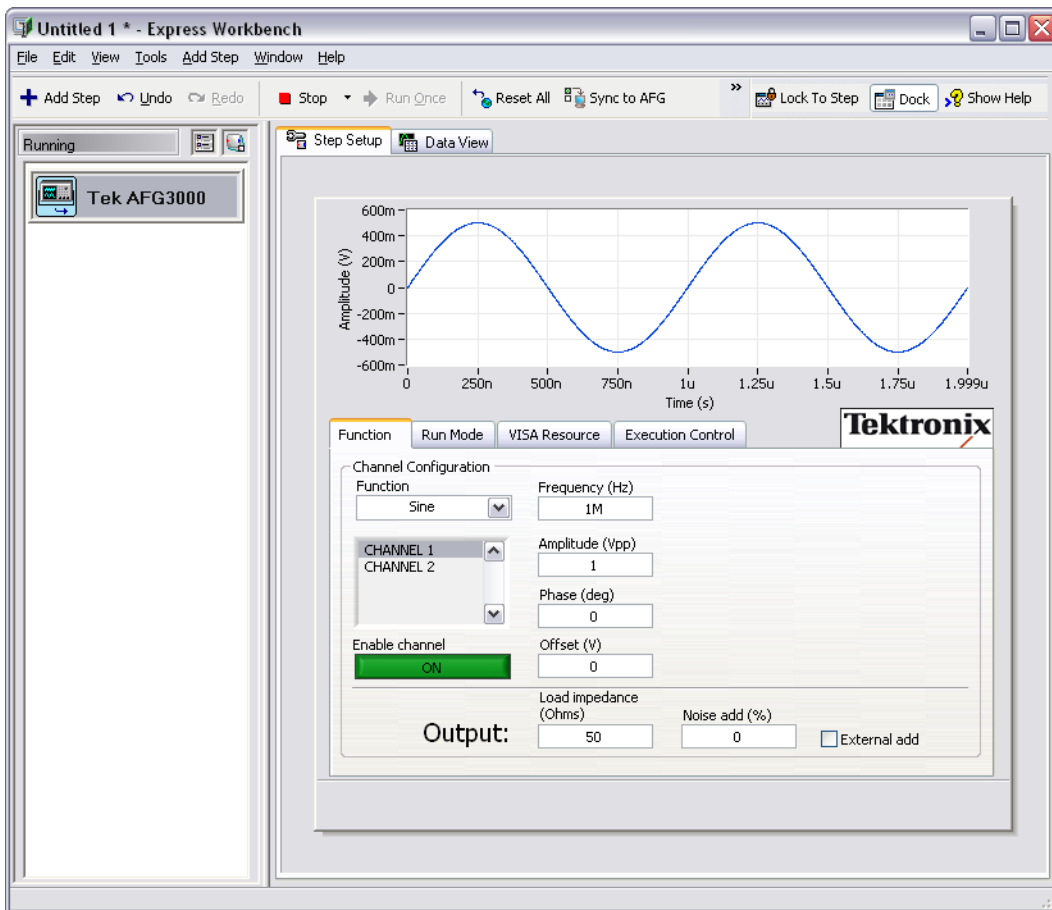

図 3-6 NI SignalExpress Tektronix Edition の Tektronix AFG3000 シリーズ任意 / 関数発生器構成画面
5. 図 3-6 のような Tektronix AFG3000 シリーズ任意 / 関数発生器の構成画面が表示されます。